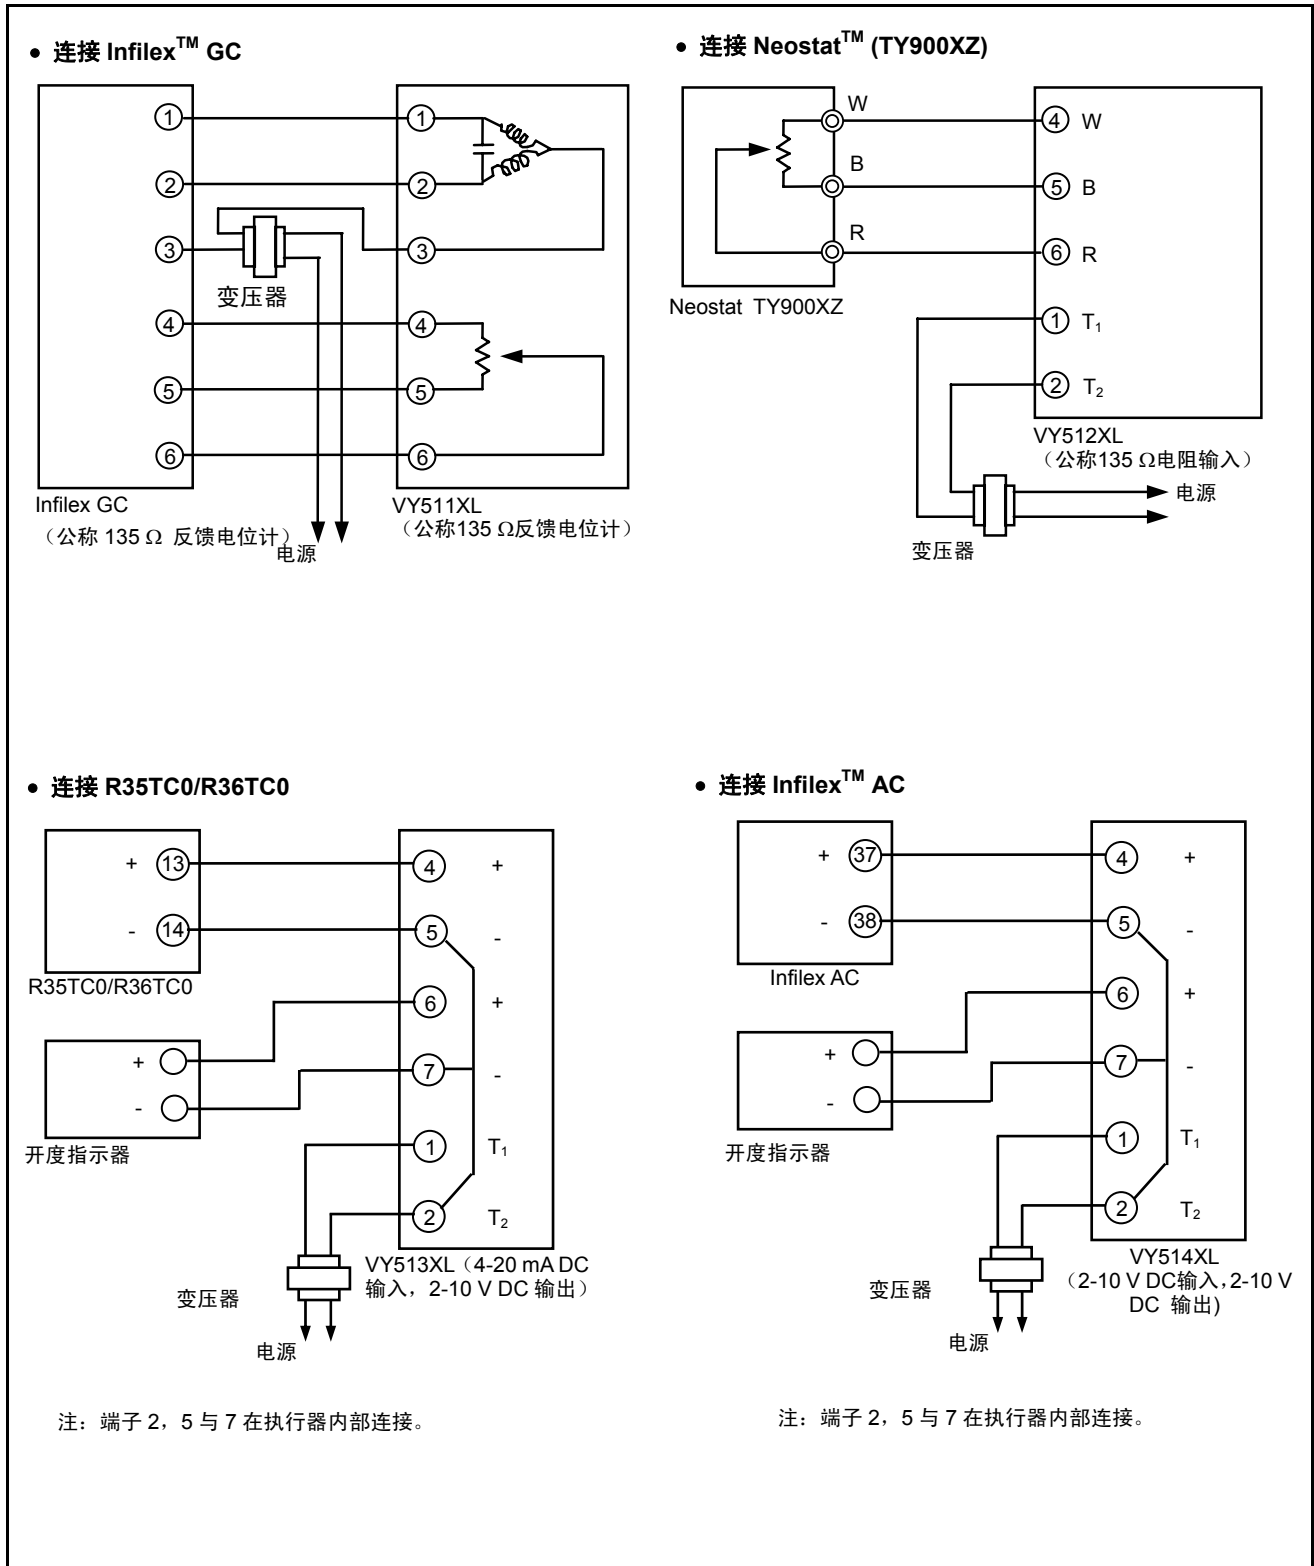
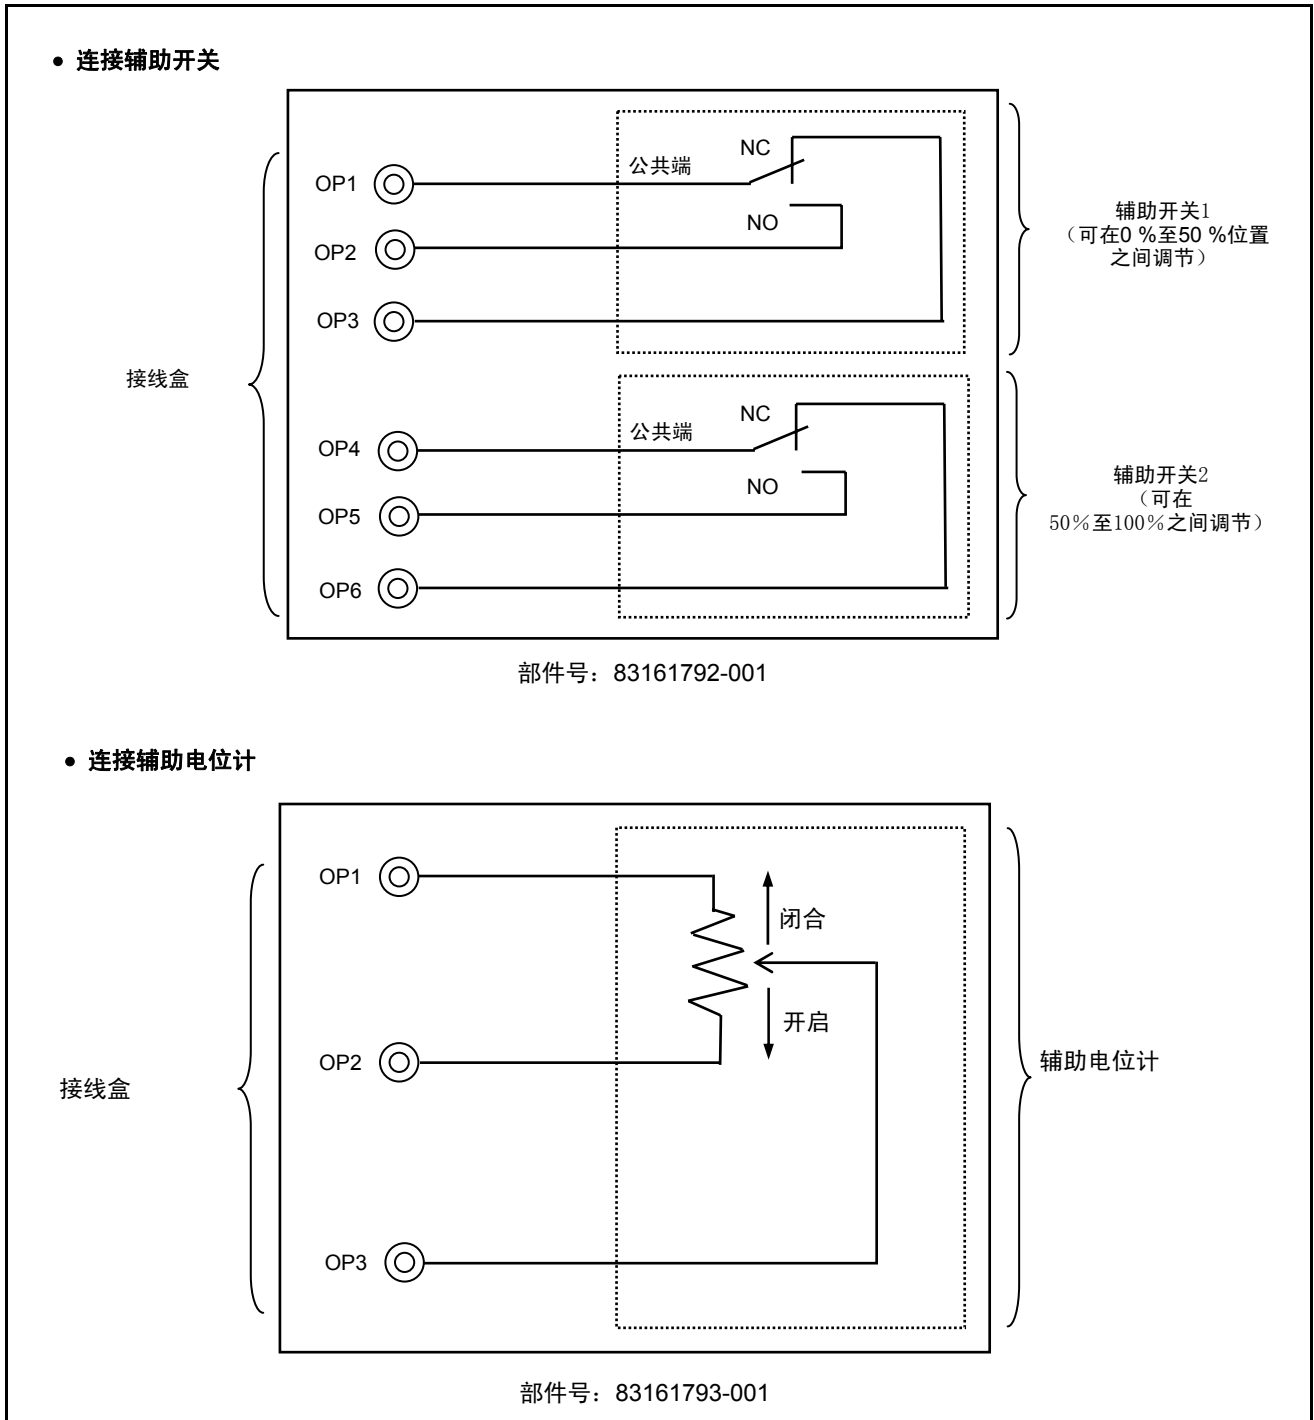

图15 接线示例 (1/2)
图17 辅助开关/辅助电位计接线
!	• 辅助开关以及辅助电位计现场安装。(参见图 17) 参见其附加的指示。
- 3) 使用M3.5 螺钉将缆线正确连接至端子, 可参考图10至14中的接线端子图以及图15和16中的接线示例 (关于辅助开关或者辅助电位计的接线, 参见图17)。